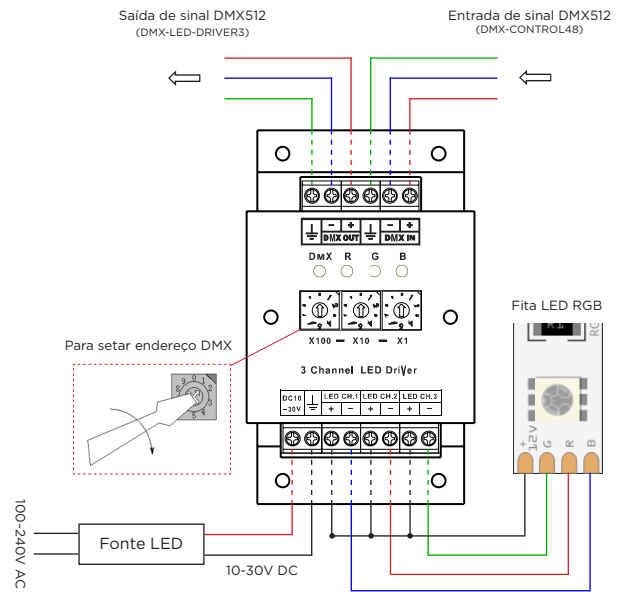

Figura 5. Ligação Elétrica - Exemplo
- **DMX OUT** tem três terminais de saída que servem para interligar mais drivers DMX-LED-DRIVER3 na rede bus (Data +, Data- e COM), conforme a figura 5.